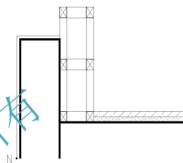
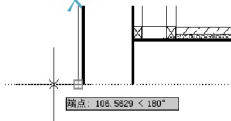

图 5.97 绘制墙体饰面层 2
图 5.98 绘制折断线 1
(8) 用【修剪】和【分解】命令, 将图形修整至如图 5.97 所示。
(9) 打开【正交】、【对象捕捉】和【对象追踪】, 并启动【直线】命令。
① 在_line 指定第一点: 提示下, 捕捉如图 5.97 所示的 N 点处, 不单击, 将光标向左移动至如图 5.98 所示处单击, 确定直线的起点。